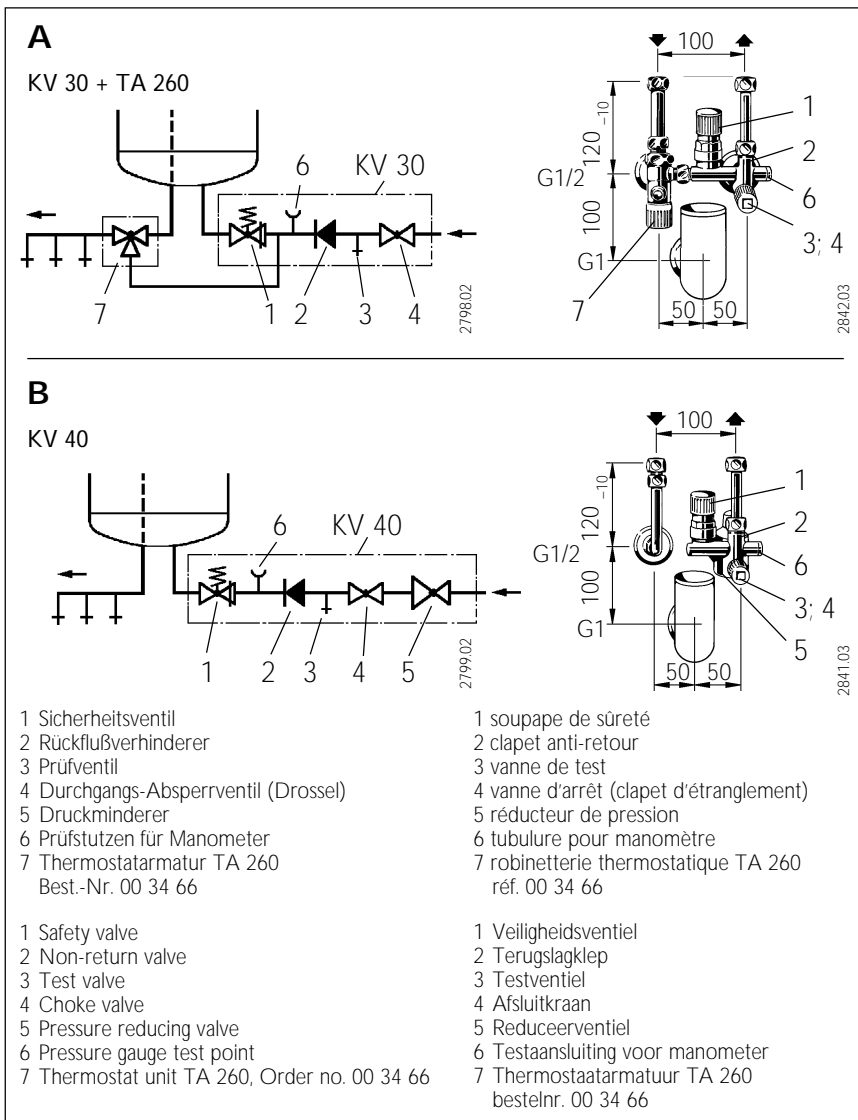

Abb. 7/Fig. 7/Afb. 7
- Installieren Sie die bauartgeprüften Sicherheitsgruppen KV 30, Best.-Nr. 00 08 26, bis 4,8 bar Wasserleitungsdruck (Abb. 7, A). KV 40, Best.-Nr. 00 08 28, bis 10 bar Wasserleitungsdruck (Abb. 7, B).